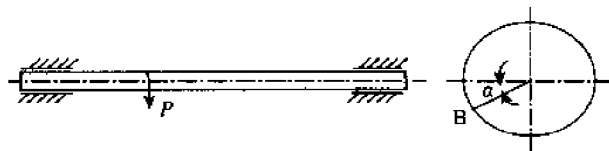

图 12-5
1. 受 P 力作用的圆轴, 如图 12-5 所示, 在 $\alpha = \pm 30^\circ$ 范围内往复转动, 则跨中某横截面上 B 点的应力循环有四种答案, _____。